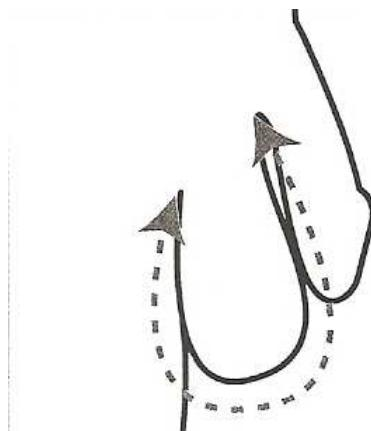

Figure 5 : Profondeur des bourses⁽²⁸⁾
- dessous de verge à périnée (« profondeur des bourses ») (Figure 5) ;